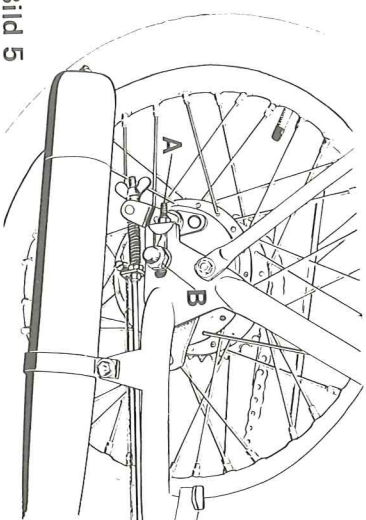

Bild 5
Detta sker med sträckarskruvarna (A bild 5). Lossa axelmuttern (B bild 5) och drag åt respektive lossa på sträckarskruvarna tills rätt kedjespänning erhålles. Tillse att kedjan spårar, d v s att den är helt i linje med de båda dreven. Drag åt axelmuttern (B) efter avslutad justering.